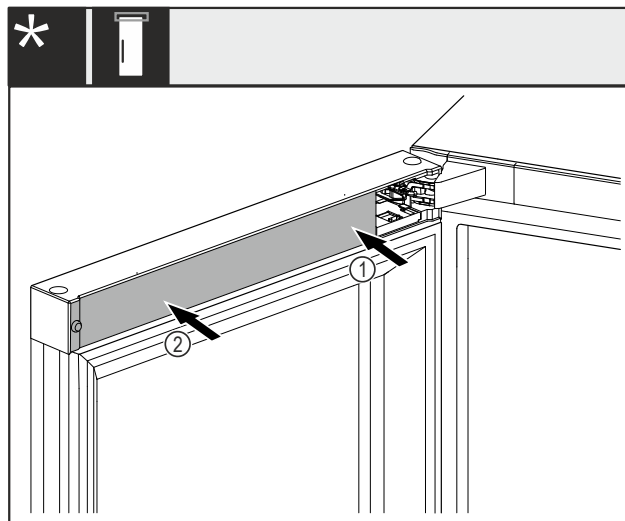

Fig. 50 *
- ▶ Nasaďte kryt Fig. 50 (1) nejprve na stranu stojanu ložiska a zaklapněte jej.*
- ▶ Nasaďte kryt Fig. 50 (2) na vnější stranu a zaklapněte jej.*